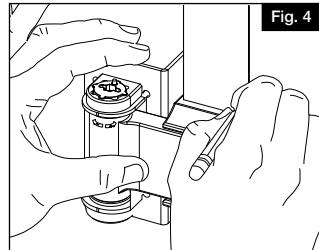

Fig. 4
- c. Coloque las bisagras en las posiciones deseadas en el montante de portón, con un espacio mínimo de 32" (0,81 m) entre cada una de las bisagras. Marque las líneas en el montante de portón en la parte superior e inferior de las dos chapas de portón (Fig. 4).